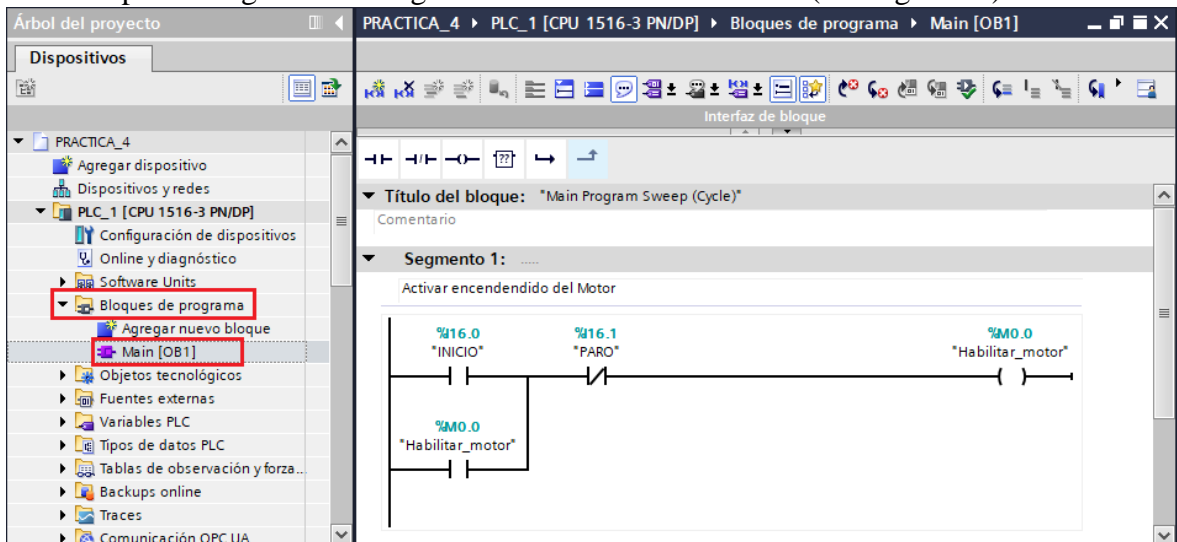

Figura 32. Habilitación del motor en el primer segmento.
- (2) Luego se procede a configurar el telegrama 1 para ello se hace clic en “PLC_1 [CPU 1516-3 PN/DP]” / “Bloques de programa” / “MAIN [OB1]”
- En el primer segmento configurar la habilitación del motor (ver Figura 32).